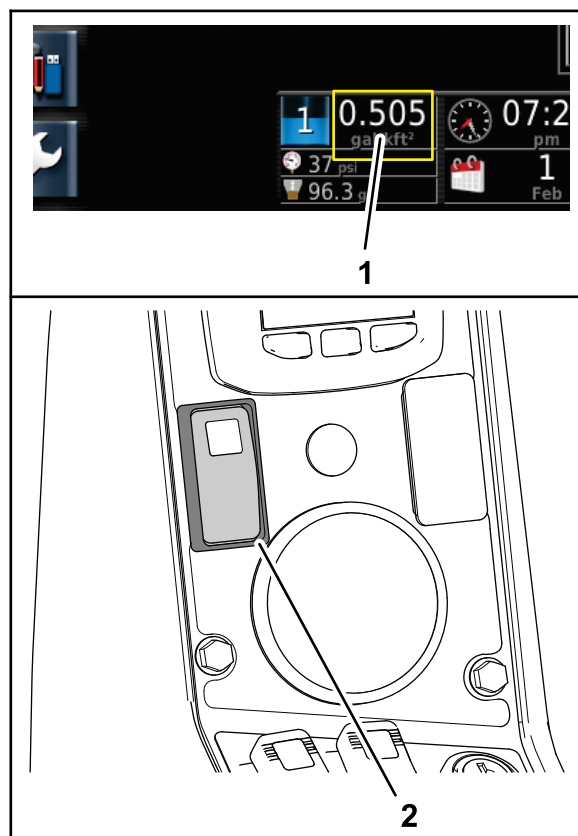

Рисунок 53
1. Отрегулируйте частоту вращения двигателя так, чтобы на приборной панели управляющей консоли X25 отображалась плановая норма внесения, и установите выключатель фиксатора дроссельной заслонки машины в положение «Вкл.» (Рисунок 53).